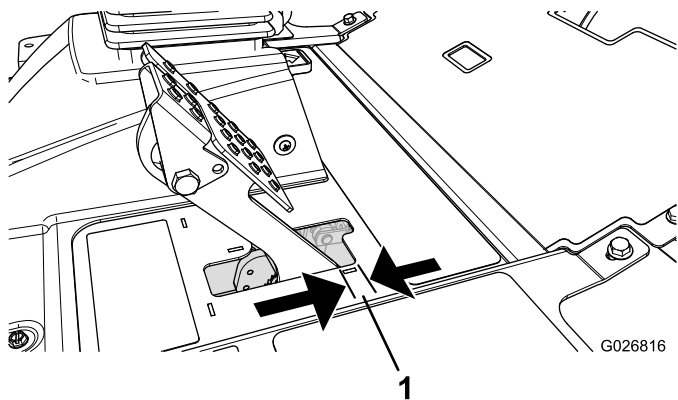

Figura 107
4. Carregue ligeiramente no pedal do travão; e meça a distância a que o pedal se move sem resistência (Figura 107).
Nota: Ajuste os travões se existir uma folga superior a 2,5 cm (Figura 107) no pedal do travão ou se for necessária mais força do travão de estacionamento.
6. Aperte as porcas traseiras para deslocar o cabo para trás, até que o pedal do travão apresente uma folga de 6 a 13 mm (Figura 107) antes de o travão de estacionamento engatar as rodas.